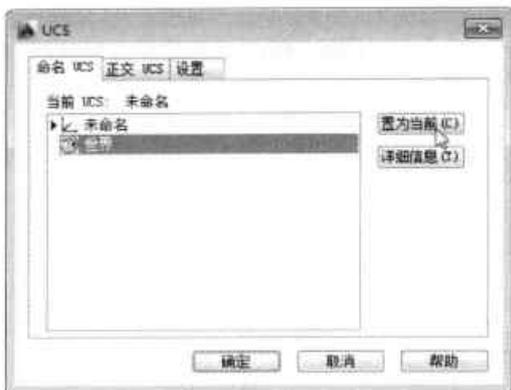
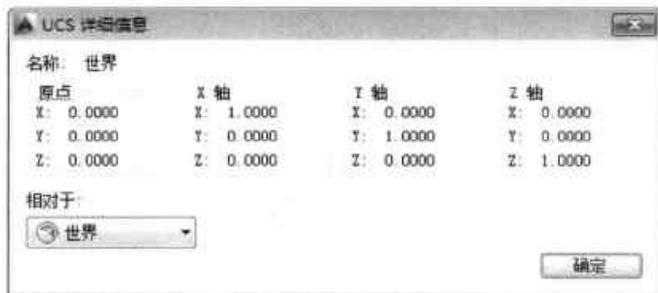

图11-6 “命名UCS”选项卡
图11-7 “UCS详细信息”对话框
- 命名 UCS: 该选项卡主要用于显示已定义的用户坐标系的列表并设置当前的 UCS, 如图 11-6 所示。其中, “当前 UCS”用于显示当前 UCS 的名称; “UCS 名称列表”列出当前图形中已定义的用户坐标系; 单击“置为当前”按钮, 可将选中的 UCS 设置为当前使用; 单击“详细信息”按钮, 在“UCS 详细信息”对话框中, 显示 UCS 的详细信息, 如图 11-7 所示。